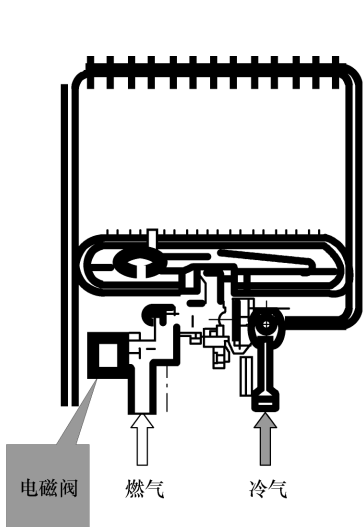

图 3-5 燃气流入热水器外电磁阀
- 1) 开气：首先打开气瓶，燃气流至热水器外电磁阀前，如图 3-5 所示。